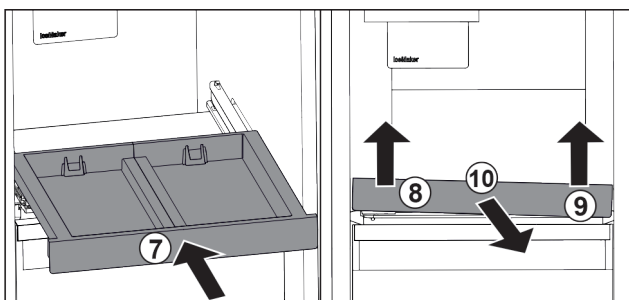

Fig. 171
- ▶ Tolja be a kihúzható rácst. Fig. 171 (7)
- ▶ Emelje meg a kihúzható rács elejét baloldalt. Fig. 171 (8)
- ▶ Emelje meg a kihúzható rács elejét jobboldalt. Fig. 171 (9)
- ▶ Vegye ki a kihúzható rácst előrefelé. Fig. 171 (10)